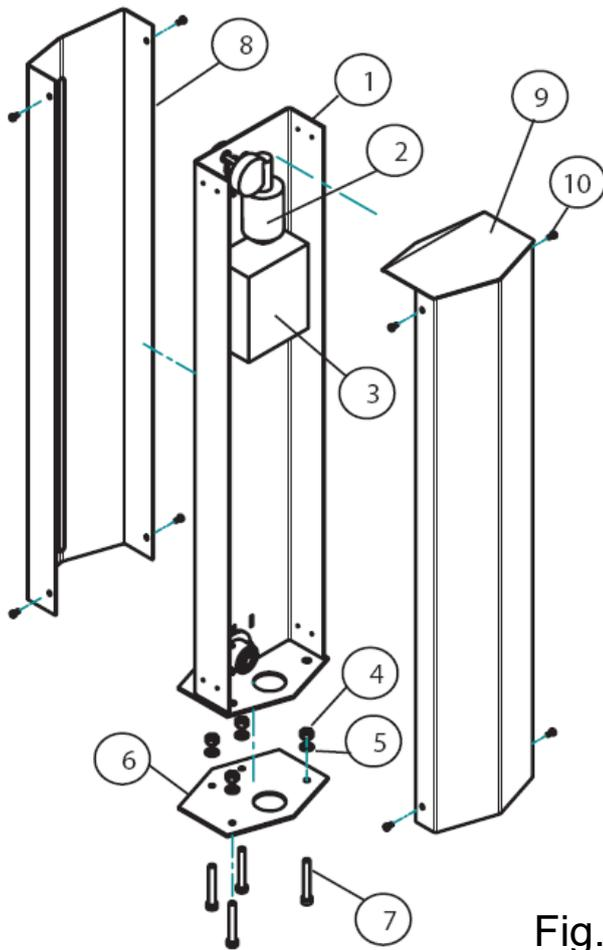

Fig.4
3.2. Montagem de caixa (Fig. 1, Fig. 3, Fig. 4)
- 7 - Desaparafuse os 8 parafusos (ponto 10 da explicação anterior) e retire primeiro a caixa frontal (8) e depois a caixa traseira (9) (Fig. 4).
- 9 - Fixe agora a coluna com as 4 anilhas (5) e 4 porcas (4) fornecidas.
- 10 - Fixe a caixa frontal (8) em ambas as colunas e fixe-as com 4 parafusos (10).